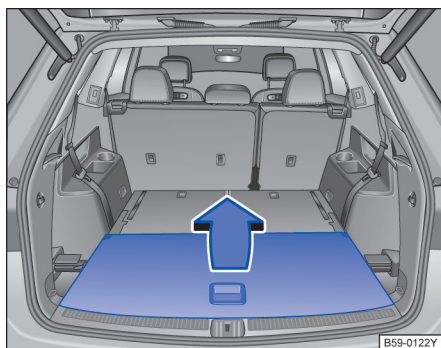

图 228 行李厢内：行李厢地板（部分车型）
- 打开行李厢盖板：握住把手沿箭头方向→图 228 将行李厢地板向前翻折到底。